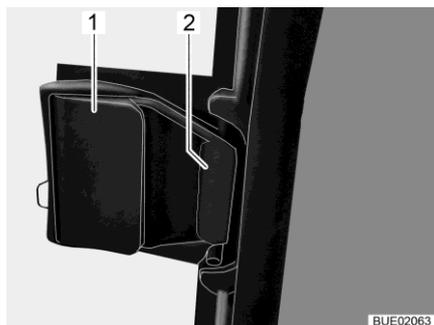

Fig. 92 Finestra scorrevole, bloccata
- Tirare l'elemento di sblocco (Fig. 92, 1). Il chiavistello (Fig. 92,2) si apre.